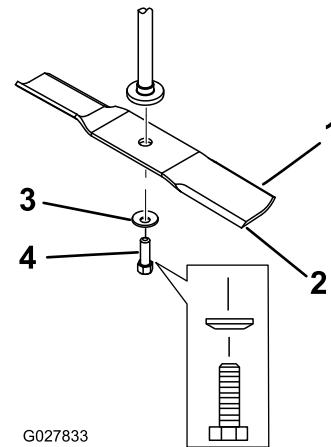

Bild 64
2. Entfernen Sie die Messerschraube, Wellenscheibe und das Messer von der Spindelwelle (Bild 64).
- Setzen Sie das Messer auf die Spindelwelle (Bild 64).
- Setzen Sie die Wellenscheibe (Kappenseite zum Messer) und die Messerschraube ein (Bild 64).